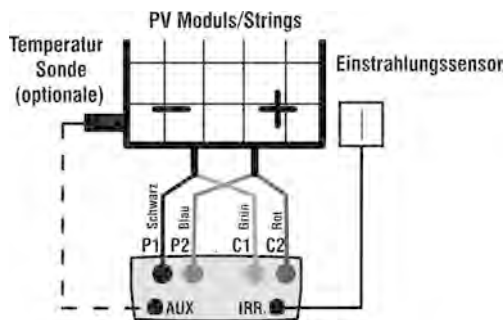

Abb. 7a: Anschluss des Messgeräts am PV Modul
20. Wie in Abb. 7a illustriert, schließen Sie das Messgerät an das PV Modul oder an den String an. Beachten Sie, dass der Minuspol des PV Moduls oder des Strings an den P1, C1 Messgeräte-Eingängen und deren Pluspol an den P2, C2 Eingängen angeschlossen werden muss. Im aktivierten **Auto** Modus wird das optionale Zubehör **KITKELVIN** empfohlen